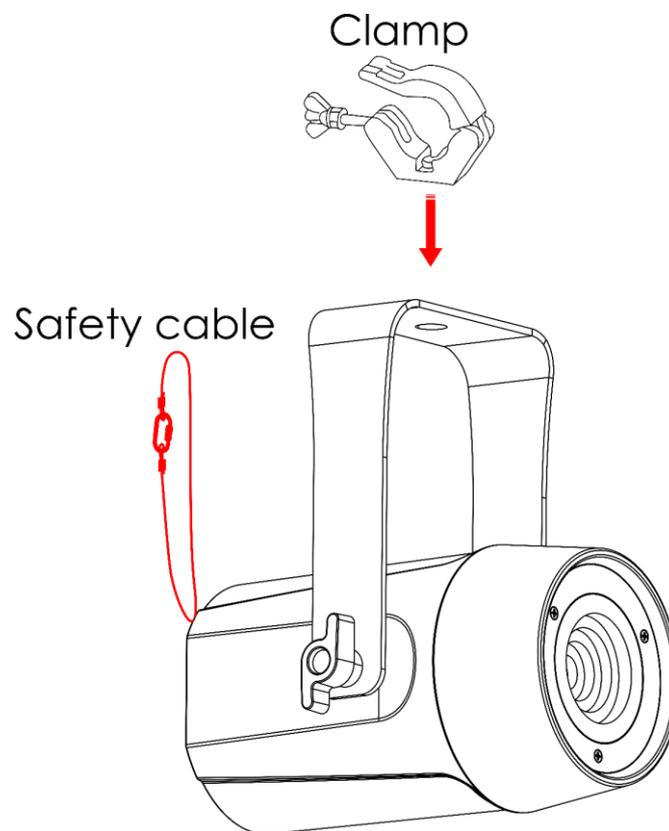

Fig. 05
- 01) Utilisez une pince de fixation pour attacher l'appareil à la structure porteuse, comme indiqué sur la Fig. 05. Assurez-vous que l'appareil est immobilisé.
- 02) Attachez l'appareil à l'aide d'une suspension secondaire, un câble de sécurité, par exemple. Assurez-vous que la suspension secondaire est capable de supporter 10 fois le poids de l'appareil. Si possible, la suspension secondaire doit être fixée à une structure porteuse indépendante de celle de la suspension primaire. Faites passer le câble de sécurité dans l'**anneau de sécurité (07)**, comme indiqué sur la Fig. 05.